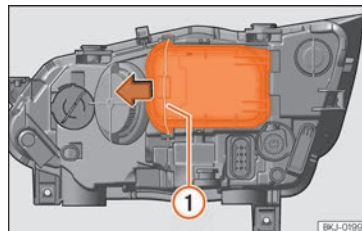

Fig. 102 Dans le compartiment moteur : retirer le cache.
- Déplacez le tirant » **fig. 102** (1) dans le sens de la flèche puis retirez le cache.